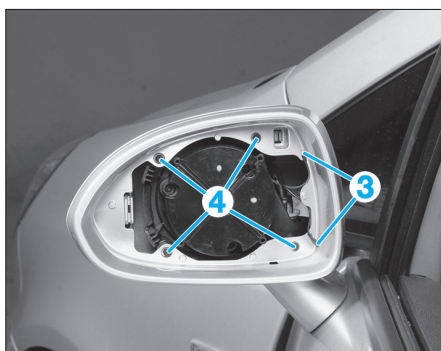

Fig. 33
- Déposer la glace de rétroviseur (2) (Fig.32), puis, si équipé, débrancher les fils électriques (3) de la glace (Fig.33).